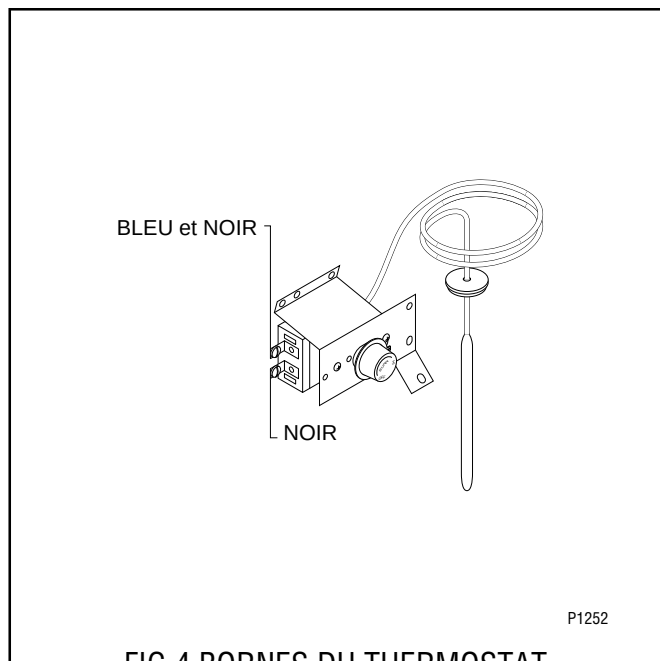

FIG.4 BORNES DU THERMOSTAT
8. Consulter la fig. 4 pour rebrancher les fils.